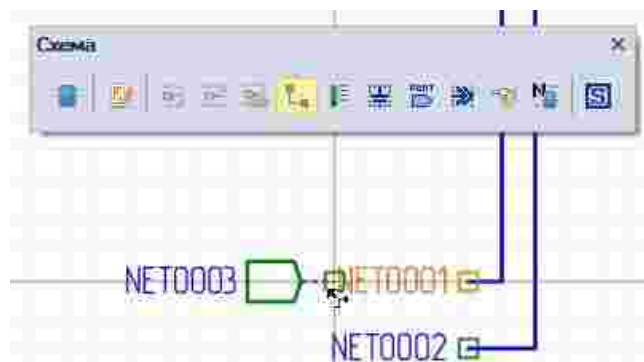

Рис. 253 Размещение блочного порта на схеме блока
5. Нажать кнопку «ОК», расположенную в нижней части окна и выбрать на схеме блока место, в котором следует разместить порт, см. Рис. 253. При перемещении курсора по схеме отображается возможный вид размещаемого порта.